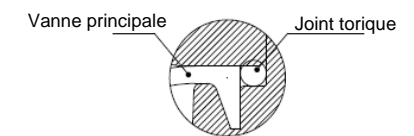

Figure 11. Position du joint torique
- Après l'installation, assurez-vous que le joint torique est entièrement logé dans la rainure (voir figure 11). Si le joint torique est sorti de la rainure, cela peut provoquer des fuites externes ou un dysfonctionnement.